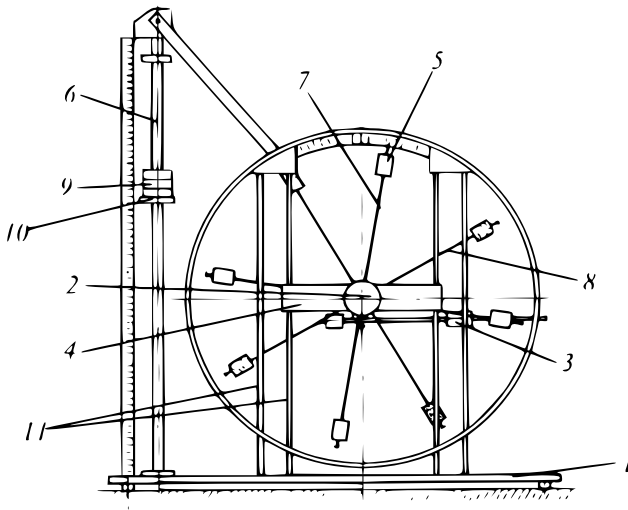

Рис. 2. Стенд лаборатории механики (общий вид)
Общий вид экспериментальной установки изображен на Рис. 2.
2. Ознакомится с лабораторным стендом (см. рис. 2). Отвернуть рукоятку 2 сцепления крестовин, так чтобы передняя крестовина вращалась независимо от задней.